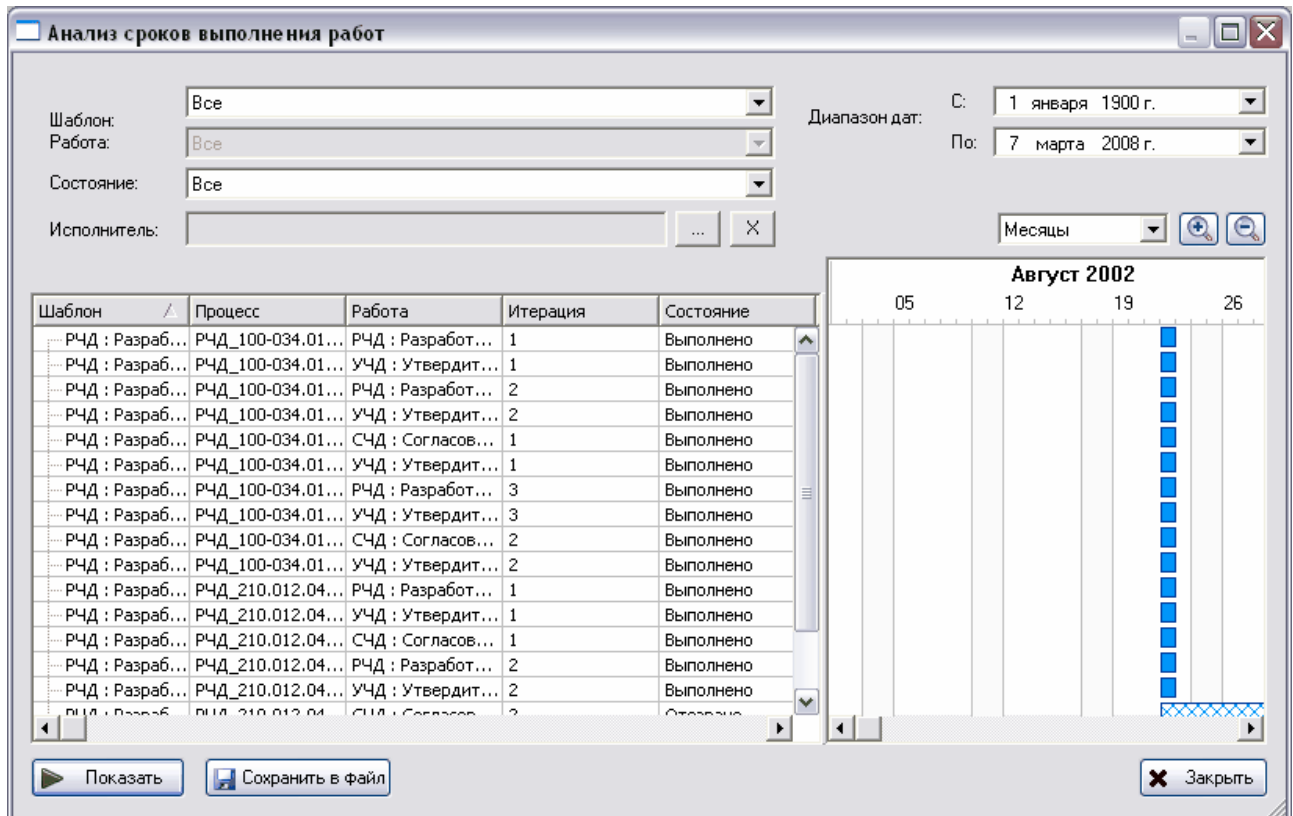

Рис. 67 Анализ сроков выполнения работ
- После этого появится диалоговое окно **Анализ сроков выполнения работ** (Рис. 67).